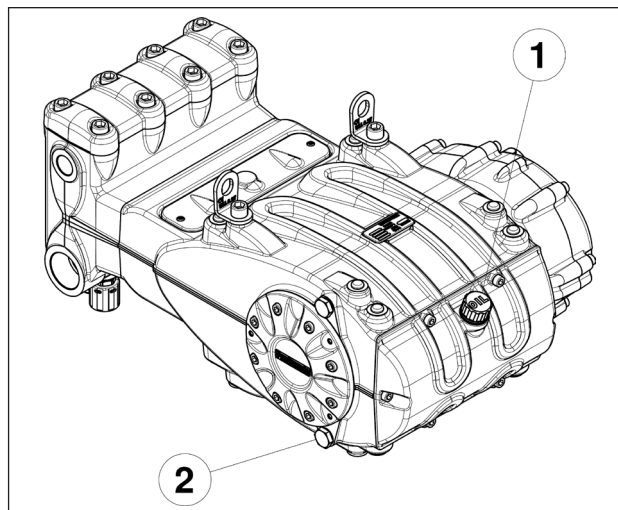

Fig. 3
Controlar el nivel de aceite utilizando el tapón con varilla de nivel con marca de mínimo y máximo ①, Fig. 3. Si es necesario, repostar para restablecer el nivel.
El cambio de aceite se ha de realizar con la bomba a temperatura de trabajo, desmontando el tapón pos. ②, Fig. 3. El control del aceite y el cambio se han de realizar como se indica en el capítulo 11.